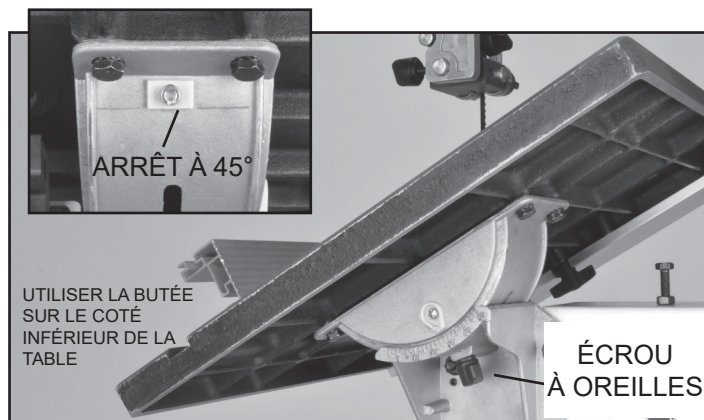

FIGURE 15
1. Pour faire basculer la table, desserrez l'écrou à oreilles (#113) sur le tourillon de table. Réglez la table à l'angle voulu et ensuite serrez l'écrou à oreilles pour bien fixer la table. FIG 15.
Le tourillon dispose d'un arrêt (#87) qui s'ajuste pour régler l'angle de la table dans un angle précis de 45°. FIG. 15 en retrait.